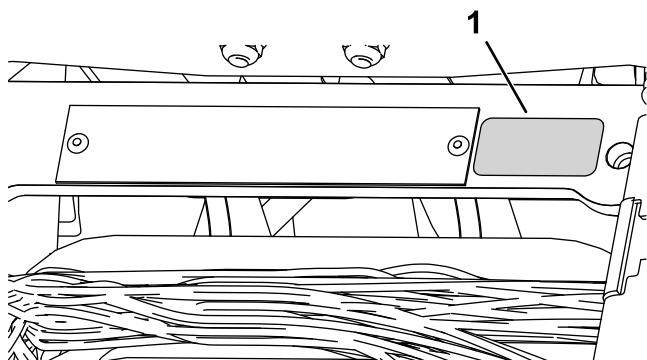

図 10
- シリアルプレートの近くに製造年表示ステッカーを貼りつける 図 10。